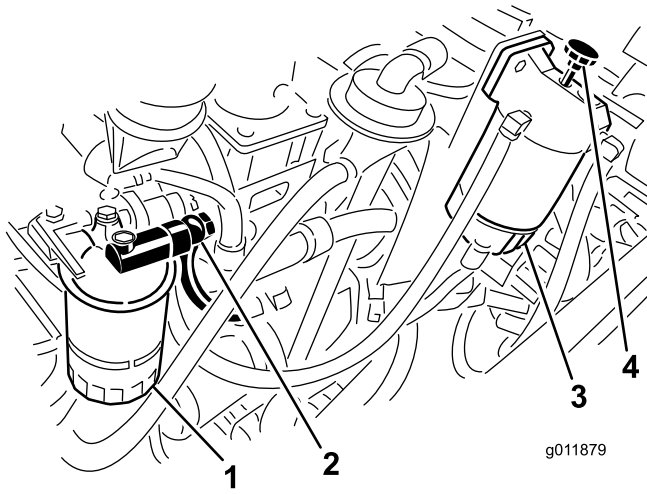

図 66
5. 燃料フィルタハウジングについているバンジョーフィッティングをゆるめる (図 66)。
6. 水セパレータのプライミングポンプを操作して、バンジョーフィッティングから空気の混じらない燃料がでてくるまで燃料をくみ上げる (図 66)。